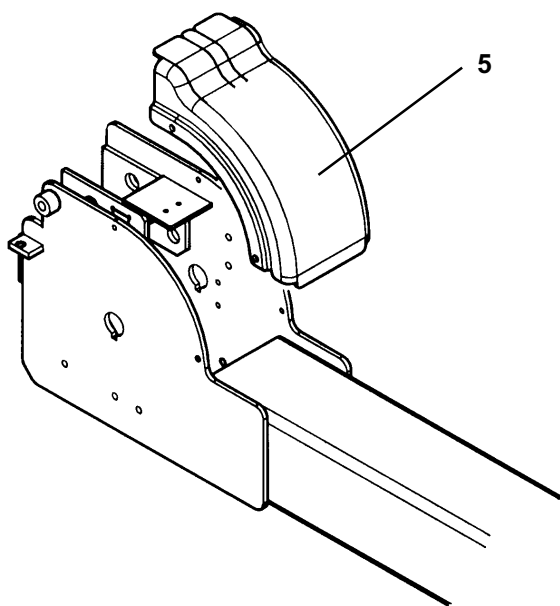

FIGURA 20
Con riferimento alla figura 20: Montare i carter (5) di protezione pulegge sulle traverse fissandoli con le apposite viti.
Referencia figura 20: Montar los cárter de protección de las poleas en las traviesas (5) fijándolas con los tornillos específicos.